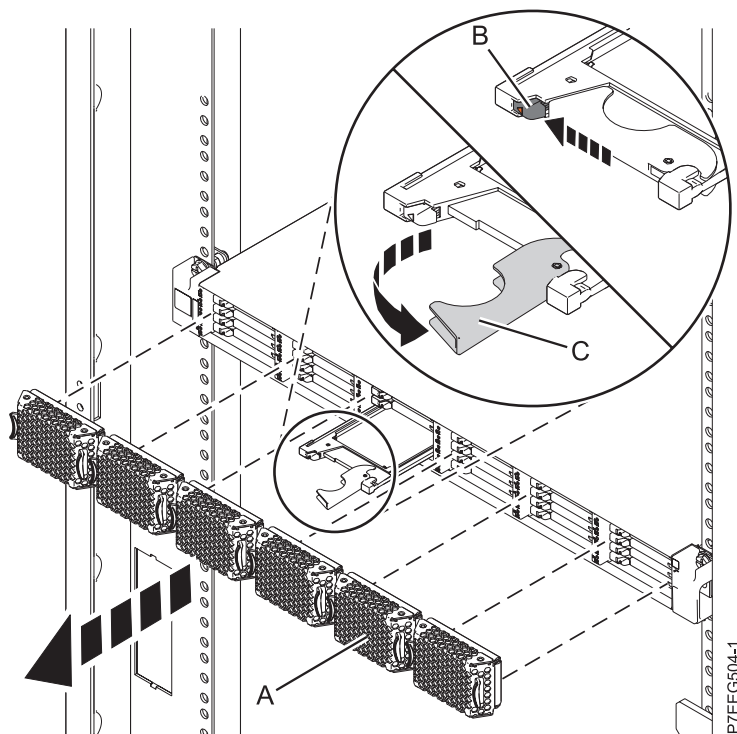

Figura 30. Extracció de la unitat d'estat sòlid des de Allotjament d'emmagatzematge EDR1 PCIe
4. Quan el LED d'identificació d'unitat d'estat sòlid es torni sòlid, desplaceu el pestell d'alliberació (B) amb compte per tal de desbloquejar la nansa de la unitat. Consulteu Figura 30.
5. Agafeu la nansa (C) i feu sortir parcialment la unitat de la ranura.